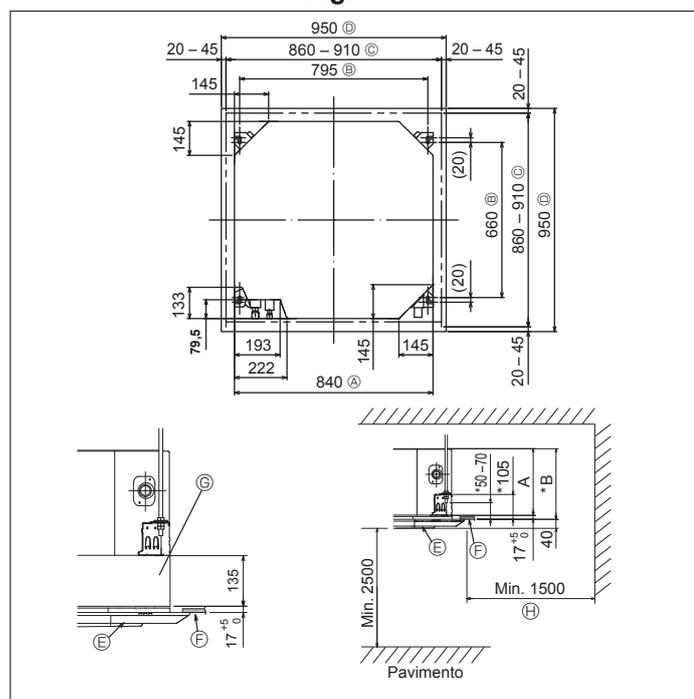

Fig. 3-2
④	Nastro (grande)	8
⑤	Nastro (piccolo)	1
⑥	Manicotto di drenaggio	1
⑦	Isolamento	1
⑧	Dado a cartella 1/4F (RP60)	1
3.2. Posizione delle aperture a soffitto e dei bulloni di sospensione (Fig. 3-2)
* Le dimensioni dell'apertura sul soffitto possono variare entro l'intervallo indicato nella Fig. 3-2; pertanto, centrare l'unità principale nell'apertura, accertandosi di lasciare lo stesso spazio tra le due coppie di lati opposti.